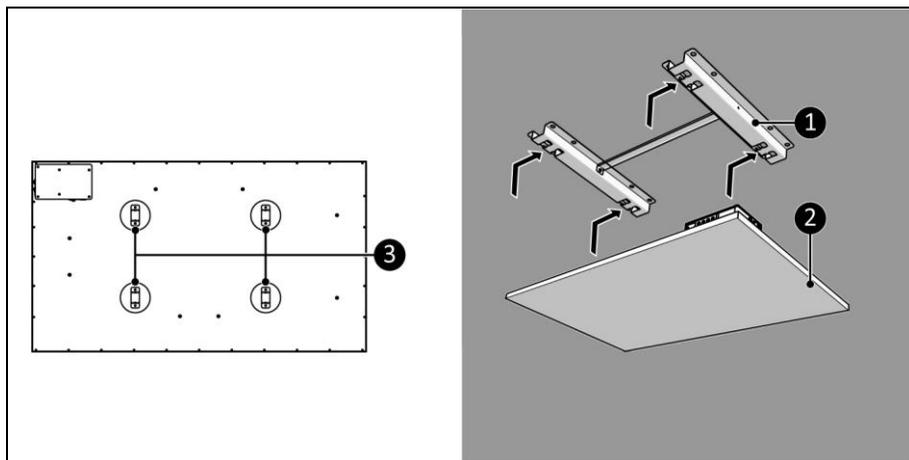

Figur 12
2. Placera enheten med ett minsta avstånd (Figur 12) på: